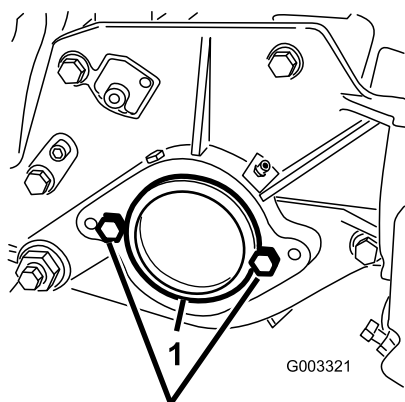

Figura 7
2. Sul lato destro dell'apparato di taglio, toglie il tappo in plastica dall'alloggiamento del cuscinetto (Figura 7).
3. Togliete le 2 viti a testa cilindrica dalla piastra laterale destra (Figura 7).
1. Tappo in plastica 2. Vite a testa cilindrica (2)
5. Montate, senza stringere eccessivamente, le 2 viti di montaggio del motore del cilindro sulla piastra laterale sinistra dell'apparato di taglio (Figura 7).